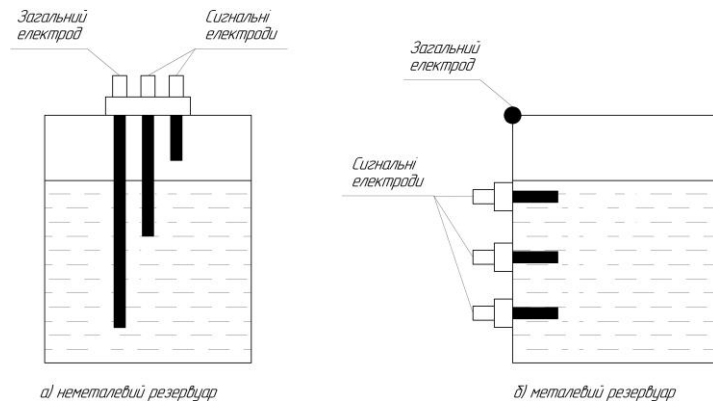

Рисунок 2.1 - Схема розміщення електродів в резервуарі
2.1.2 Під час контролю рівнів рідини в металевому резервуарі в якості загального електрода може бути використаний корпус резервуара (рисунок 2.1.б).